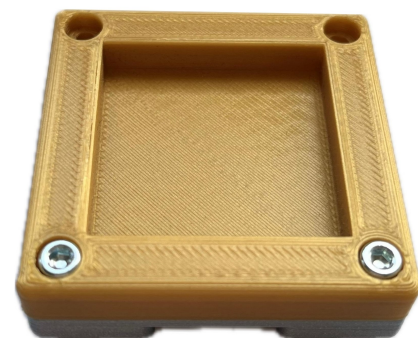

Abb. 6: An den Würfelboden angeschraubter Rahmen
- (3) Schrauben Sie mit 2 **INBUS-ZYLINDERKOPFSCHRAUBEN, M3x12** den Rahmen am Boden fest (Abbildung 6).